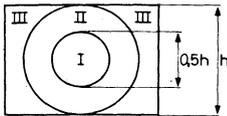

Fig. 1
- rectangulaire avec un rapport dimensionnel 3/4 dans le cas des tubes pour applications industrielles et studio; sa surface est divisée en 3 zones de qualité (Fig. 1),